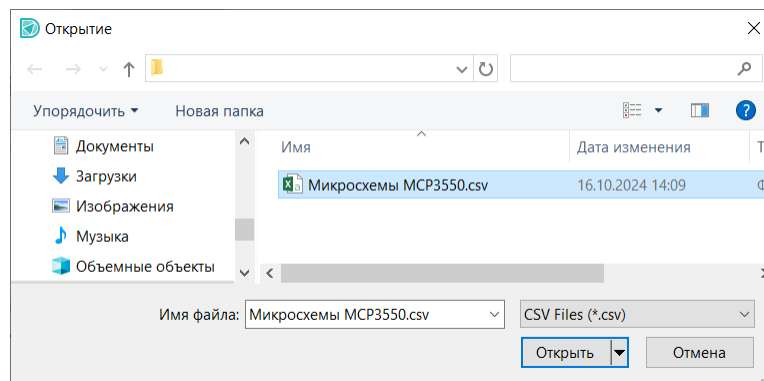

Рис. 308 Выбор csv-файла для импорта радиодеталей
- С помощью окна проводника выберите csv-файл, из которого будут импортированы данные радиодеталей, см. Рис. 308.